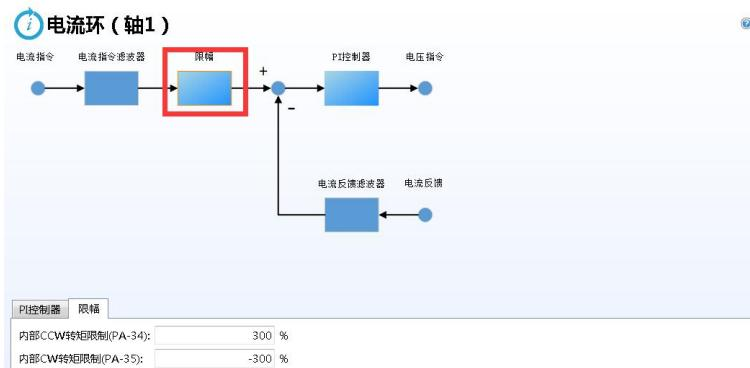

图 12-19 切换至限幅标签页的电流环界面
- 用户想修改限幅标签栏中参数时，可单击限幅下的图片，或者单击标签栏控件中的限幅标签头，就会切换至如下图 12-19 所示界面，“速度环”和“位置环”功能一致。